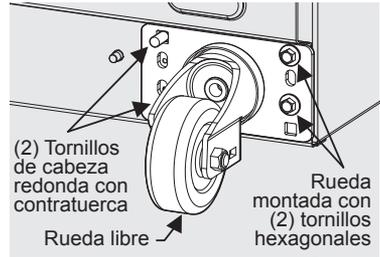

figura 5
3. En el lado opuesto de la placa de la rueda libre, inserte dos pernos de carruaje a través del riel de soporte del compresor y de la placa de la rueda. Coloque una contratuerca en cada perno y apriete bien con una llave de tubo de 14,28 mm. Consulte la Figura 5.